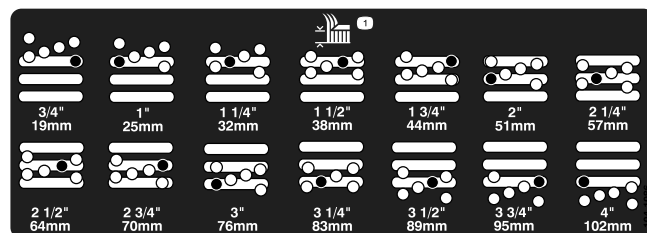

Рисунок 9
5. Переместите камеру на желаемую высоту среза и установите проставку в обозначенное отверстие и проем высоты скашивания (Рисунок 9).